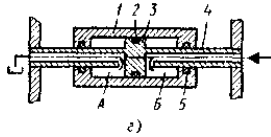

Рисунок 1 – Схемы поршневых гидроцилиндров:
Поршневым называют гидроцилиндр, в котором рабочие камеры образованы рабочими поверхностями корпуса и поршня со штоком (рис. 1). В цилиндрической расточке корпуса 1 (рис. 1, а) находится поршень 2, жестко соединенный со штоком 4. Цилиндр имеет две полости: поршневую А – часть рабочей камеры, ограниченную рабочими поверхностями корпуса и поршня, и штоковую Б – часть рабочей камеры, ограниченную рабочими поверхностями корпуса, поршня и штока. Для герметизации подвижных соединений в цилиндре установлены уплотнительные кольца 3 и 5.
– со стороны поршневой полости для цилиндров с односторонним штоком (см. рис. 1, *а* и *б*)
– со стороны штоковой полости для цилиндров с односторонним (см. рис. 1, *а*) и двусторонним (см. рис. 1, *в* и *з*) штоками при условии равенства диаметров правого и левого штоков